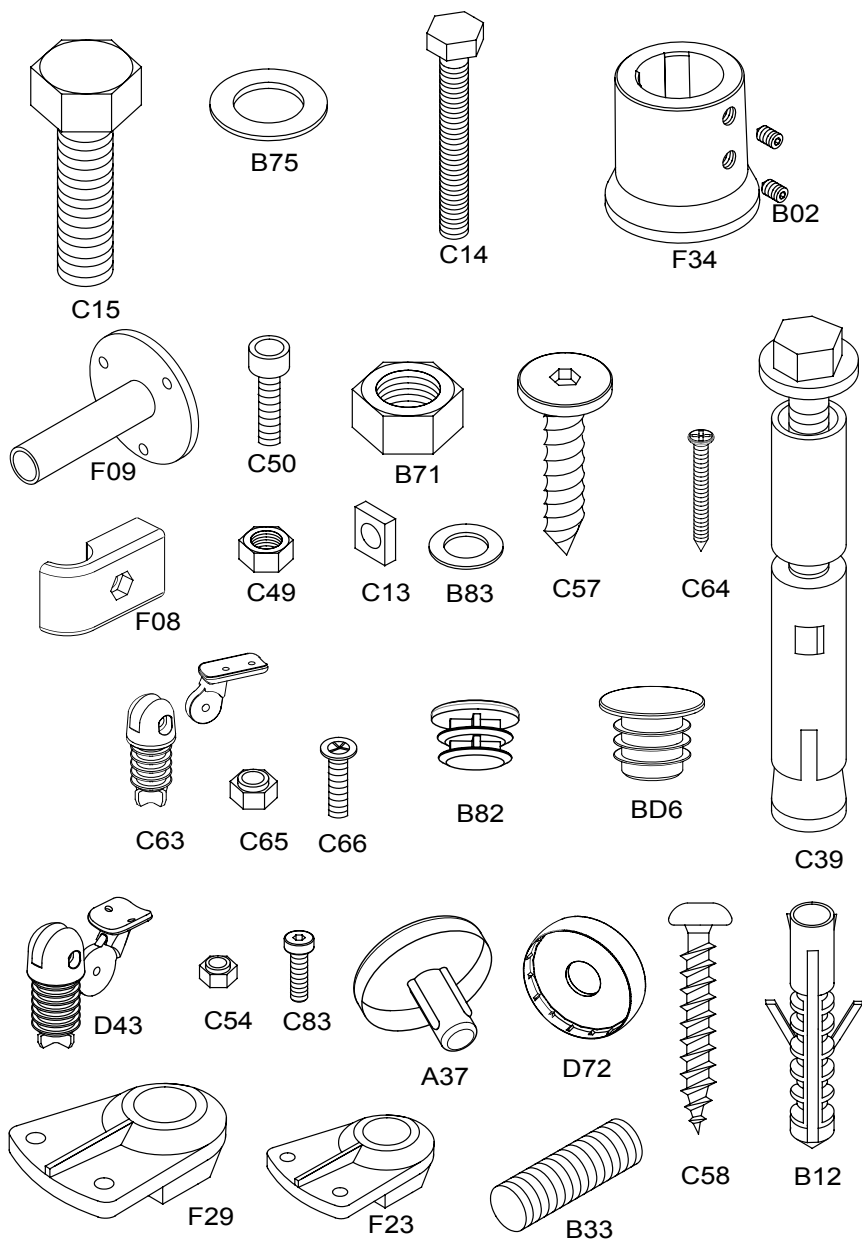
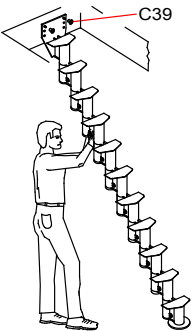

FIG. 1
FIG. 3
- c. Fest elementene C15 permanent (fig. 1).
15. Monter elementene C63, C65 og C66 på spilene C03 og elementet D43 på spilen C81 med artiklene C83 og C54 (fig. 1) (fig. 7).
17. Monter artiklene F23 i midtstilling på trinnene med elementene C14, B83, C49, C13 og B02 (fig. 1) (fig. 3). Mål til og kutt spilene C03 og fest dem i elementene F23; sett dem fast med artiklene B02. Fest spilene til håndløperen A22 med artiklene C64. Kontroller at hver spile står loddrett.
18. Kontroller at hele trappen er loddrett og juster den, hvis nødvendig, ved å flytte på bæreelementet N16 (fig. 1)..
19. Demonter det første trinnet og lag huller i gulvet med bor-Ø 14 mm på høyde med hullene i bæreelementet N16 (fig. 1).
20. Sett i elementene C39 og stram dem permanent til (fig. 1).
21. Monter det første trinnet L73 igjen og fastgjør elementet F34 i gulvet ved den første spilen C81; bruk bor-Ø 8 mm. Bruk elementene C58, B12 og B02. Sett i spilen C81 og stram elementet B02 (fig. 1).
22. I høyde med den første og den siste spilen kutter du av den overflødige delen av håndløperen, og avslutter monteringen med elementet A37 som du fester med artikkelen C64 og lim X01 (fig. 1).
23. Avslutt monteringen av trappen med å sette artiklene B82 på spilene C03 (fig. 1).
24. For å stive opp trappen ytterligere, fester du elementene F09 til veggen og føyer dem sammen med spilene C03 med elementene F08. Lag hull med bor-Ø 8 mm og bruk elementene C50, C49, C58 og B12 (fig. 1).